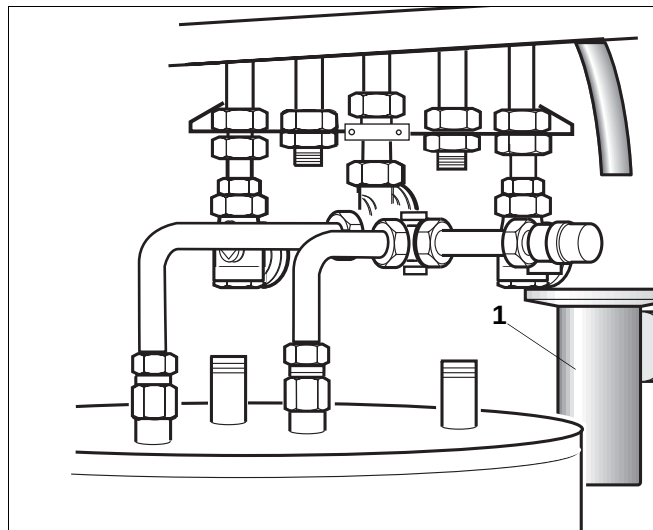

Abb. 38 Trichtersiphon (Unterputzmontage als Beispiel)
- Bei S120 Trichtersiphon (Abb. 38, Pos. 1) um das Maß $x = \text{ca.} 25 \text{ mm}$ bei Unterputzmontage und $x = \text{ca.} 60 \text{ mm}$ bei Aufputzmontage kürzen.